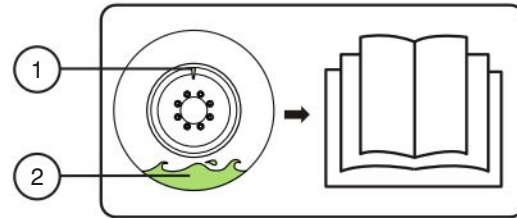

Figura 3-3. Etiqueta de vedante de pneus
- Ao esvaziar, inflar ou verificar a pressão do pneu, a válvula deve estar na parte superior para evitar a entrada de vedante na válvula (consulte a Figura 3.3).